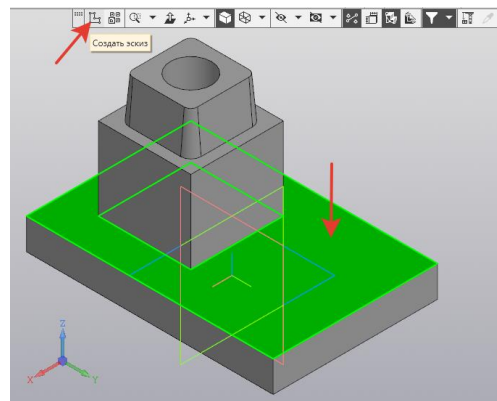

Рисунок 16.
15. На верхней поверхности основания, создайте новый эскиз (рисунок 16).